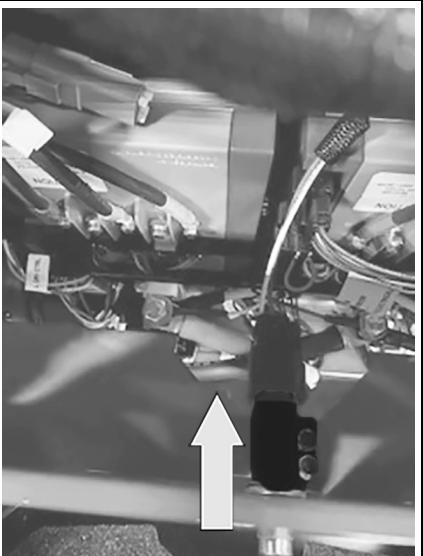

Figura 5
3. Collegare l'interruttore del cofano al cablaggio. Assicurarsi che il percorso del cablaggio sia libero e che non vi siano punti di pizzicamento dei cavi. Vedere Figura 5. Vedere Figura 6.